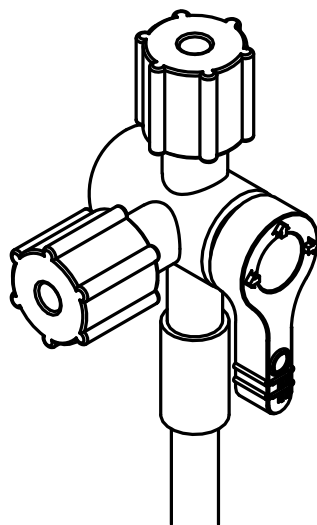

Abbildung 3. 3-Wege-Ventil in geschlossener Position
6. Schließen Sie das 3-Wege-Ventil. Siehe Abbildung 3.